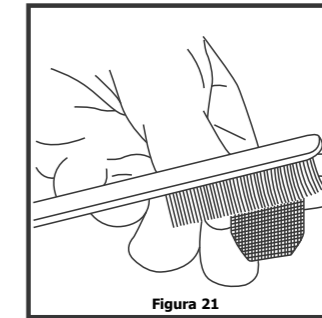

Figura 21
- b) Limpie el filtro cepillándolo (Figura 21)